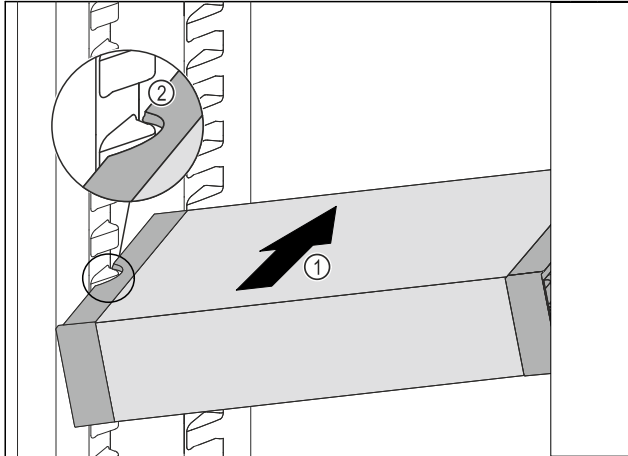

Fig. 122
- ▶ Introduzca el VarioSafe en posición oblicua en el compartimiento del frigorífico Fig. 122 (1) hasta que los huecos laterales Fig. 122 (2) del VarioSafe se encuentren a la altura de la nervadura del recipiente en el compartimento frigorífico.